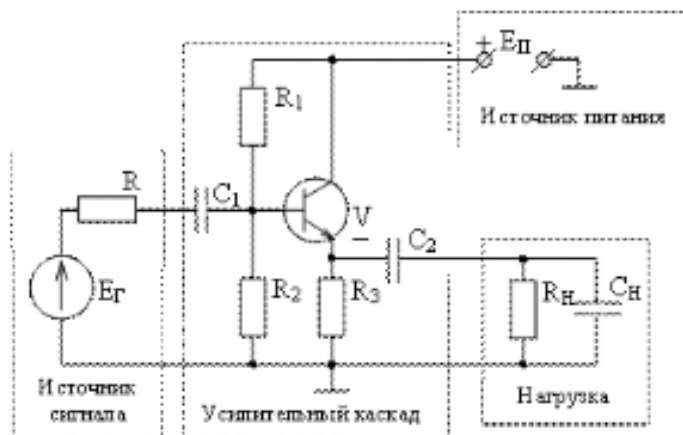

Рис. 2-5
1. Соберите самостоятельно схему с ОК (рис. 2-5).